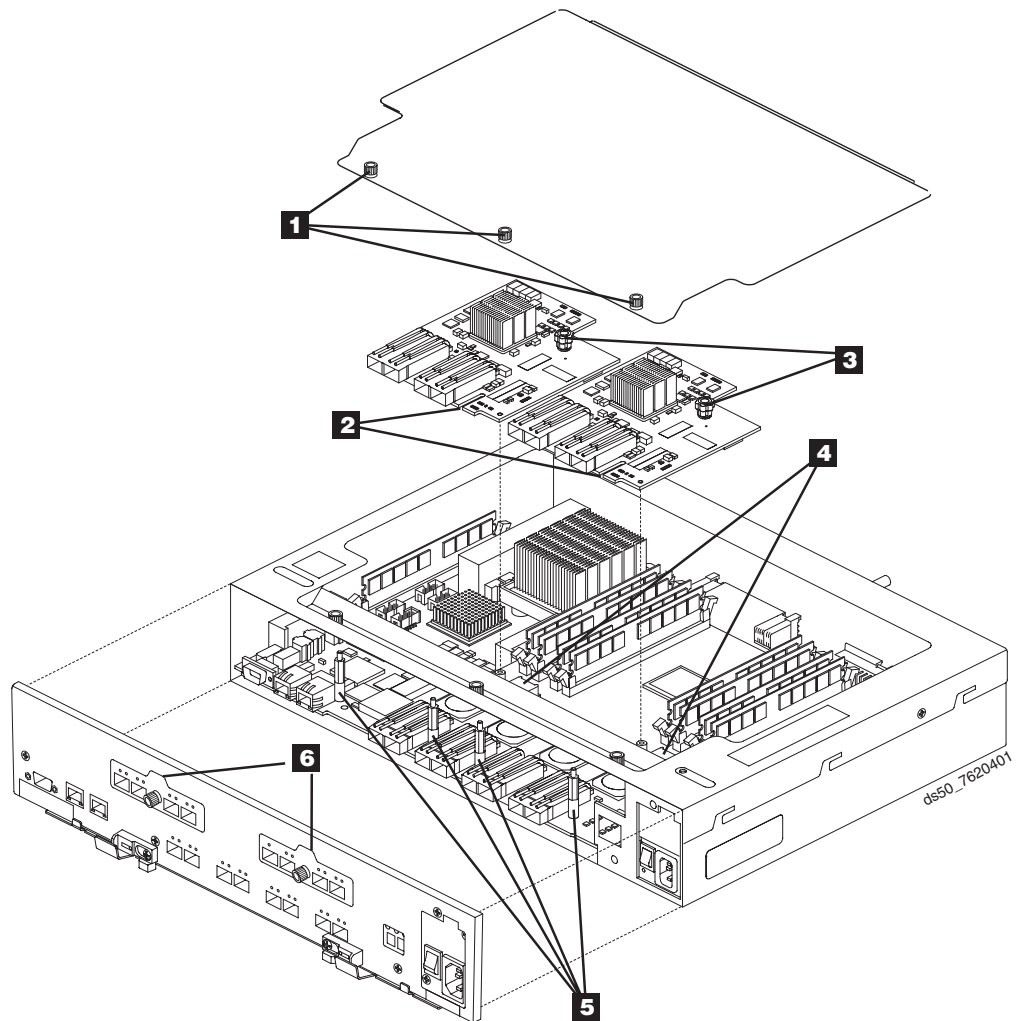

図 112. コントローラー・カバーの取り外しとホスト・インターフェース・カードの交換
- 14. 204 ページの図 112 に示すように、上部カバーを取り外します。
表 53. 図 112 の説明
22. つまみねじを掴んで、ステップ 18 (205 ページ) で取り外したホスト・インターフェース・カード・ポート・カバーを再取り付けします。ホスト・インターフェース・カード・ポート・カバーの図は 204 ページの図 112 にあります。